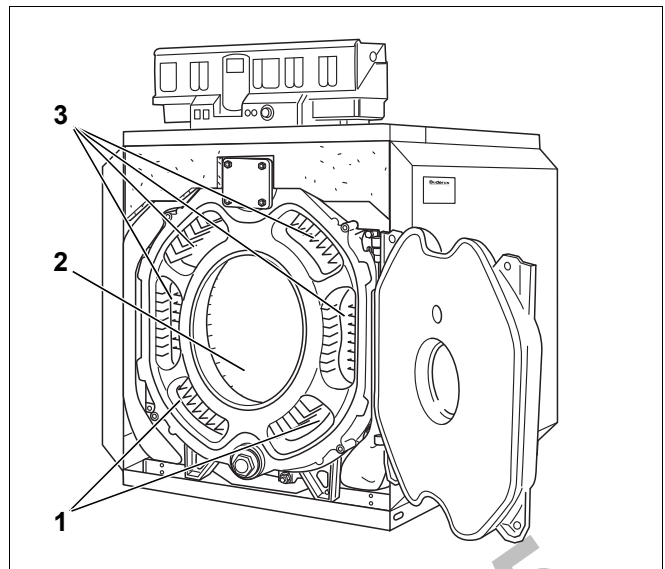

Рис. 54 Чистка газоотводящих каналов
- ▶ Газоотводящие каналы рис. 54, [1] и [3]) чистят щётками 1 и 2 (дёл. 53) спереди назад.
- ▶ Остальные поверхности топочной камеры рис. 54, [2]) чистят щёткой 2.
- ▶ Очистите нижние газоотводящие каналы спереди щёткой 2 рис. 54, [1]).